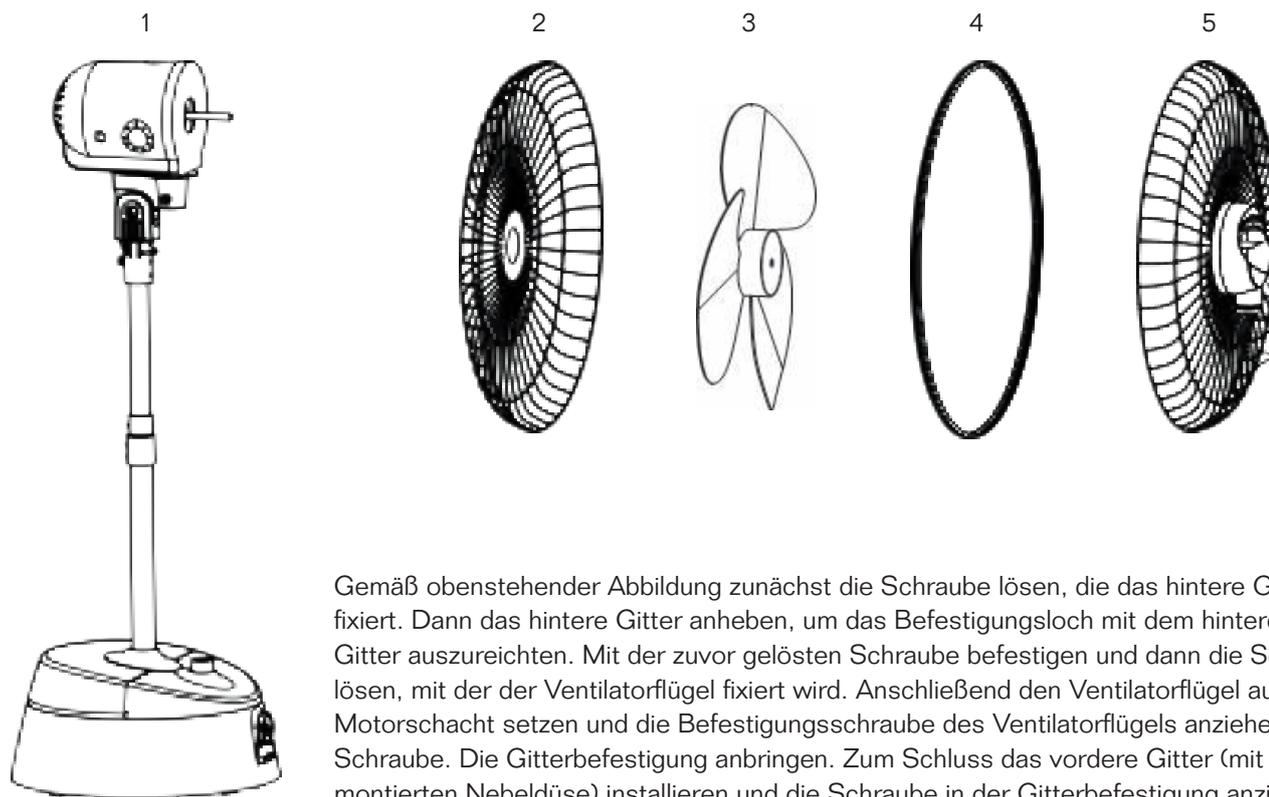

Abbildung 5
5. Siehe Abbildung 5 für die Installation der Nebeldüse im vorderen Gitter. Darauf achten, dass der Verschluss der Düse mit der Befestigung am vorderen Gitter ausgerichtet ist, dann die beiden Verbindungselemente andrücken und fixieren